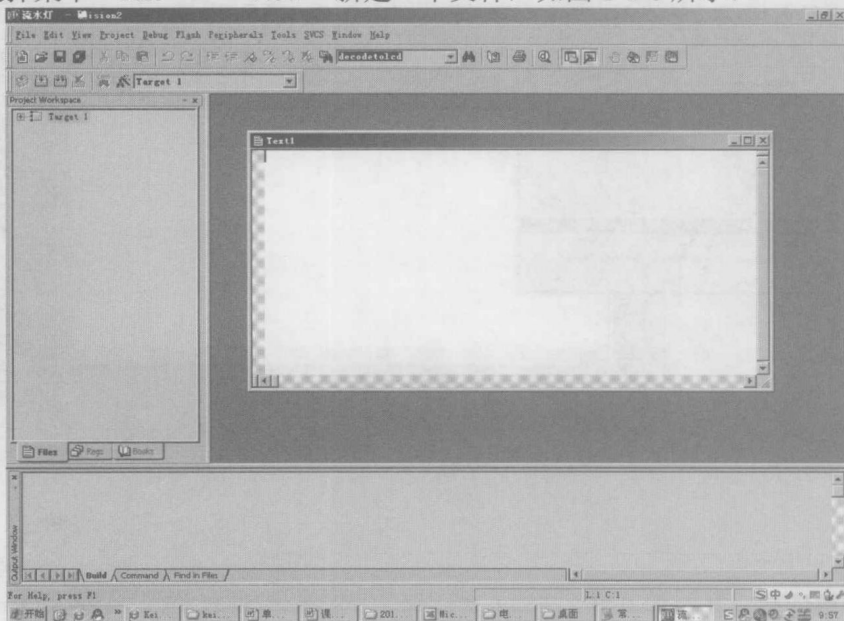

图 1-1-6 新建文件
7. 选择菜单“File”→“New”新建一个文件, 如图 1-1-6 所示。